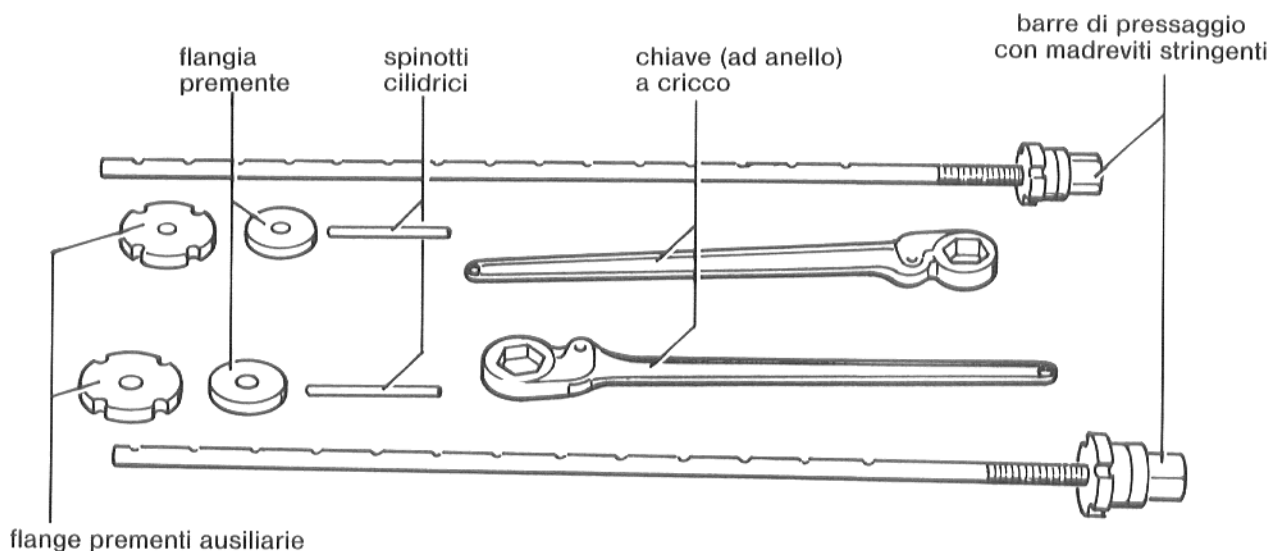

Fig. 1
- strettoidi di pressaggio della grandezza 1.1 (Fig. 1)